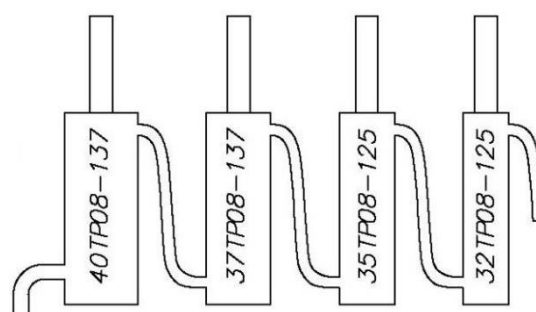

Рис. 5.1.5. Последовательность соединения гидроцилиндров
- 1) Проверить правильность установки гидроцилиндров по уменьшающимся диаметрам и правильность их соединения в гидросистеме (рис. 5.1.5).